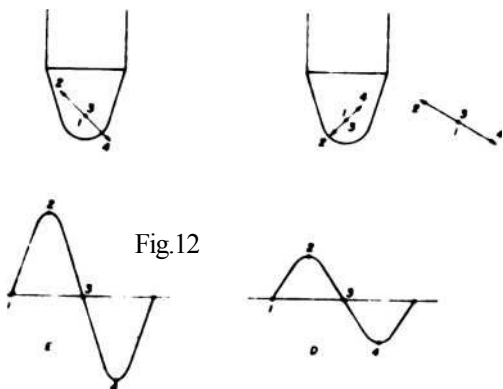

Fig.12
c) Se os dois canais apresentam a mesma frequência e uma fase idêntica, mas se a amplitude do sinal em um canal é maior que no outro, obteremos um movimento de sentido lateral; apresentará porém um pequeno ângulo em relação ao eixo horizontal, ângulo este que será sempre menor que 45° (fig. 12).